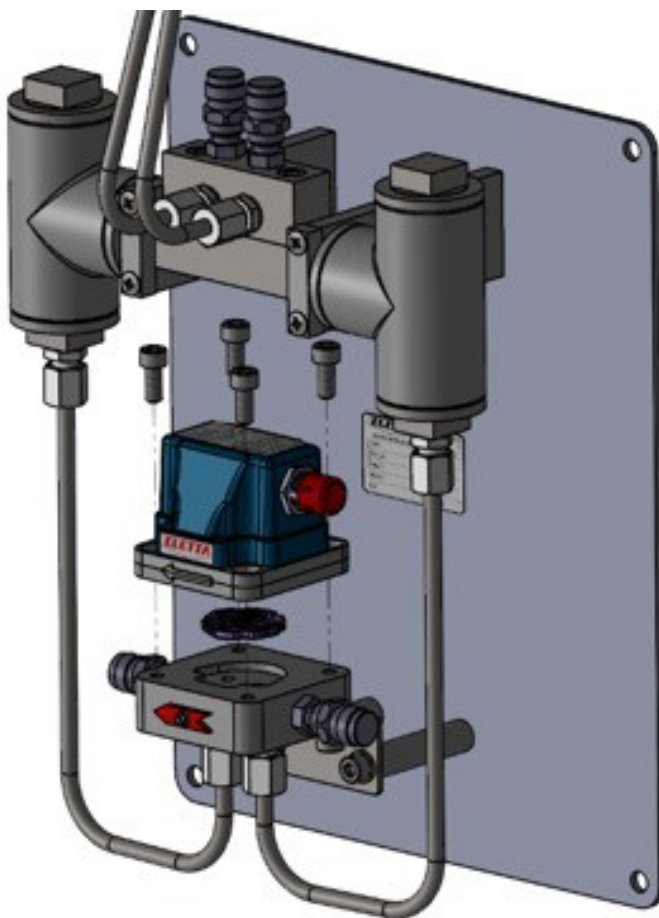

Fig. 10
Au moment de la commande, le sens d'écoulement est spécifié et détermine la manière dont Eletta Steam doit être monté, c'est-à-dire de quel côté le fluide pénètre dans la section de canalisation. (Voir la **Fig. 10** pour les alternatives.) Si, pour une raison quelconque, Eletta Steam est commandé avec le mauvais sens d'écoulement ou si le process de production est modifié, il est possible de le modifier sur site.
2. Retirez les quatre (4) vis Allen qui fixent l'unité de mesure à l'unité de base Steam. (Voir **fig. 10** ci-dessous).